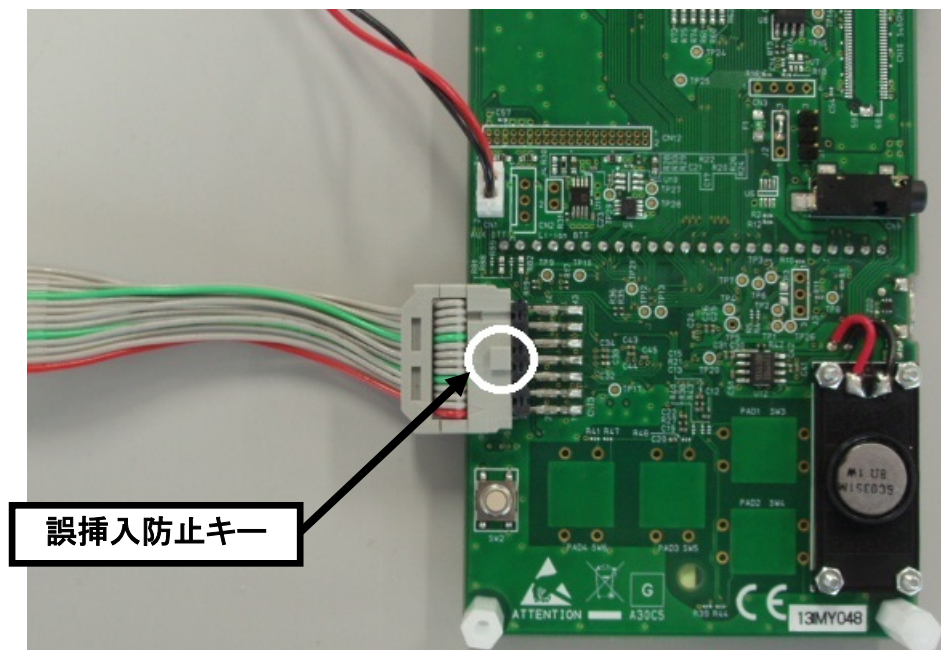

Figure 2 E1 接続図
- [3] E1 ケーブルの「誤挿入防止キー」位置に注意してください。(Figure2)